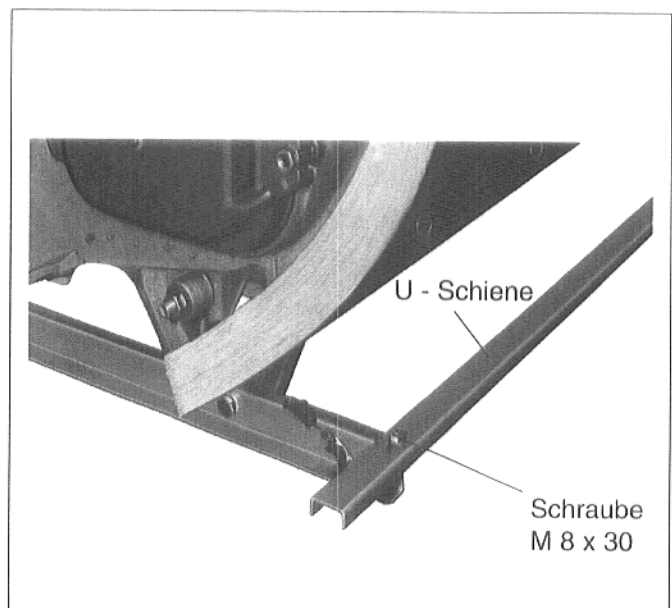

Abb. 42
- **U-Schienen**, mit dem Langloch nach vorne, links und rechts auf die unteren Traversen legen. U-Schienen in die Ausklüngen der vorderen Traverse einhängen und an dieser lose mit je einer Schraube M 8 x 30, Unterlegscheibe und Mutter anschrauben (Abb. 42).